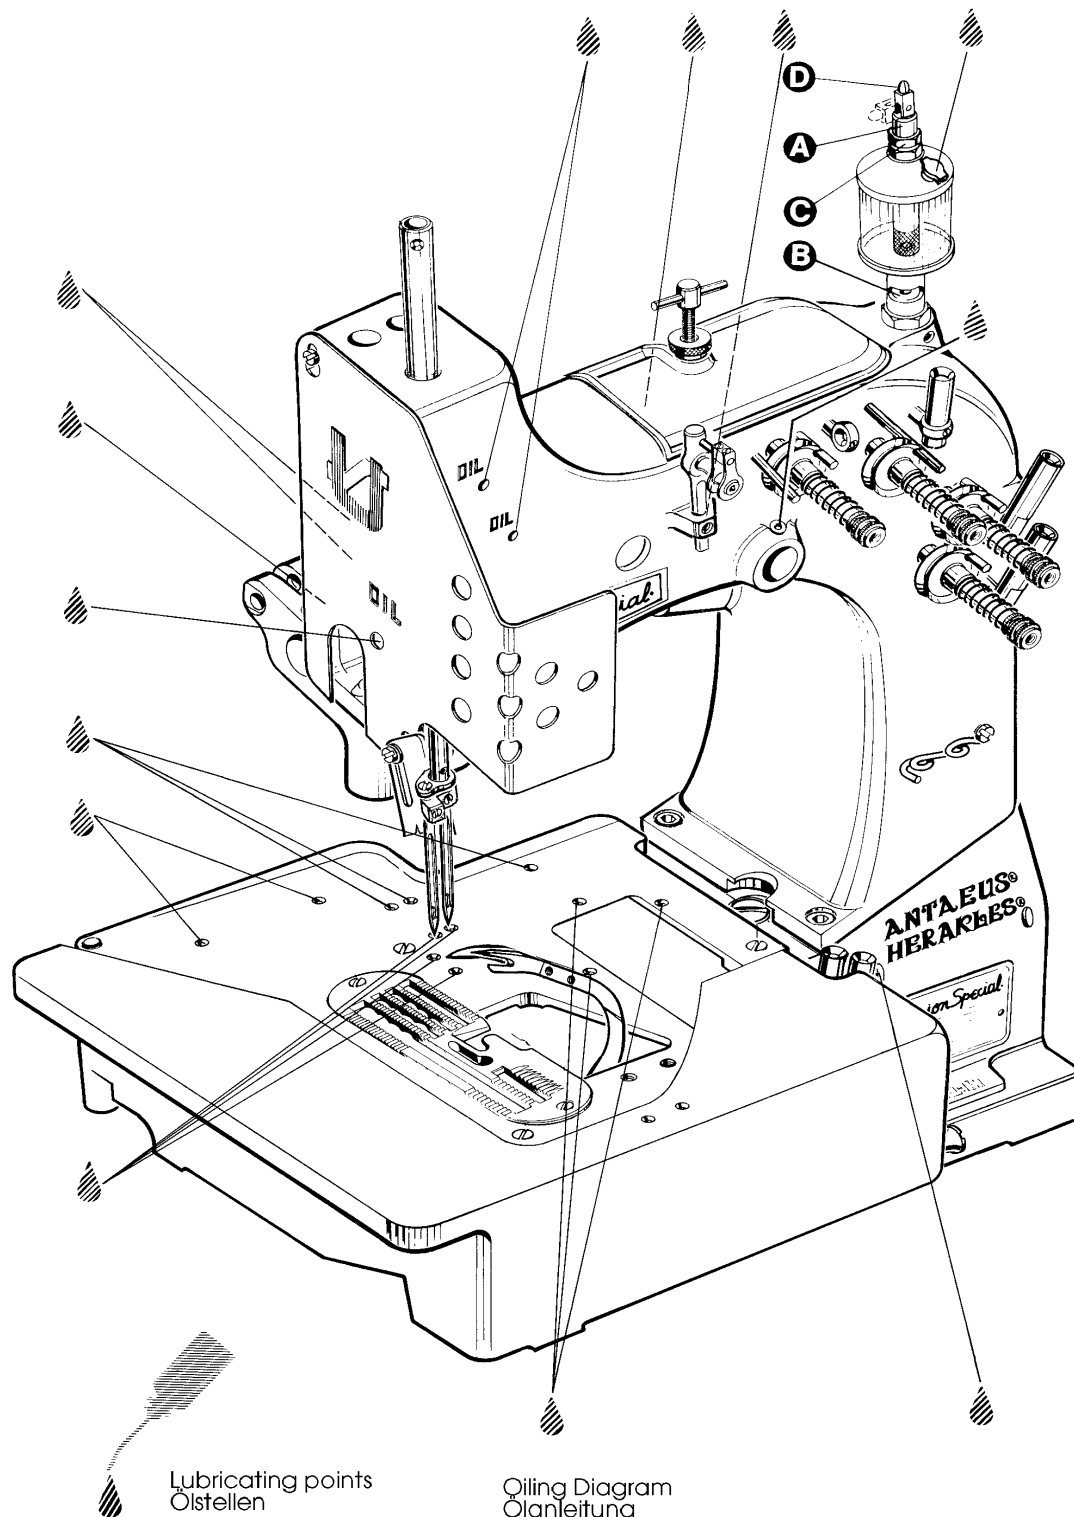
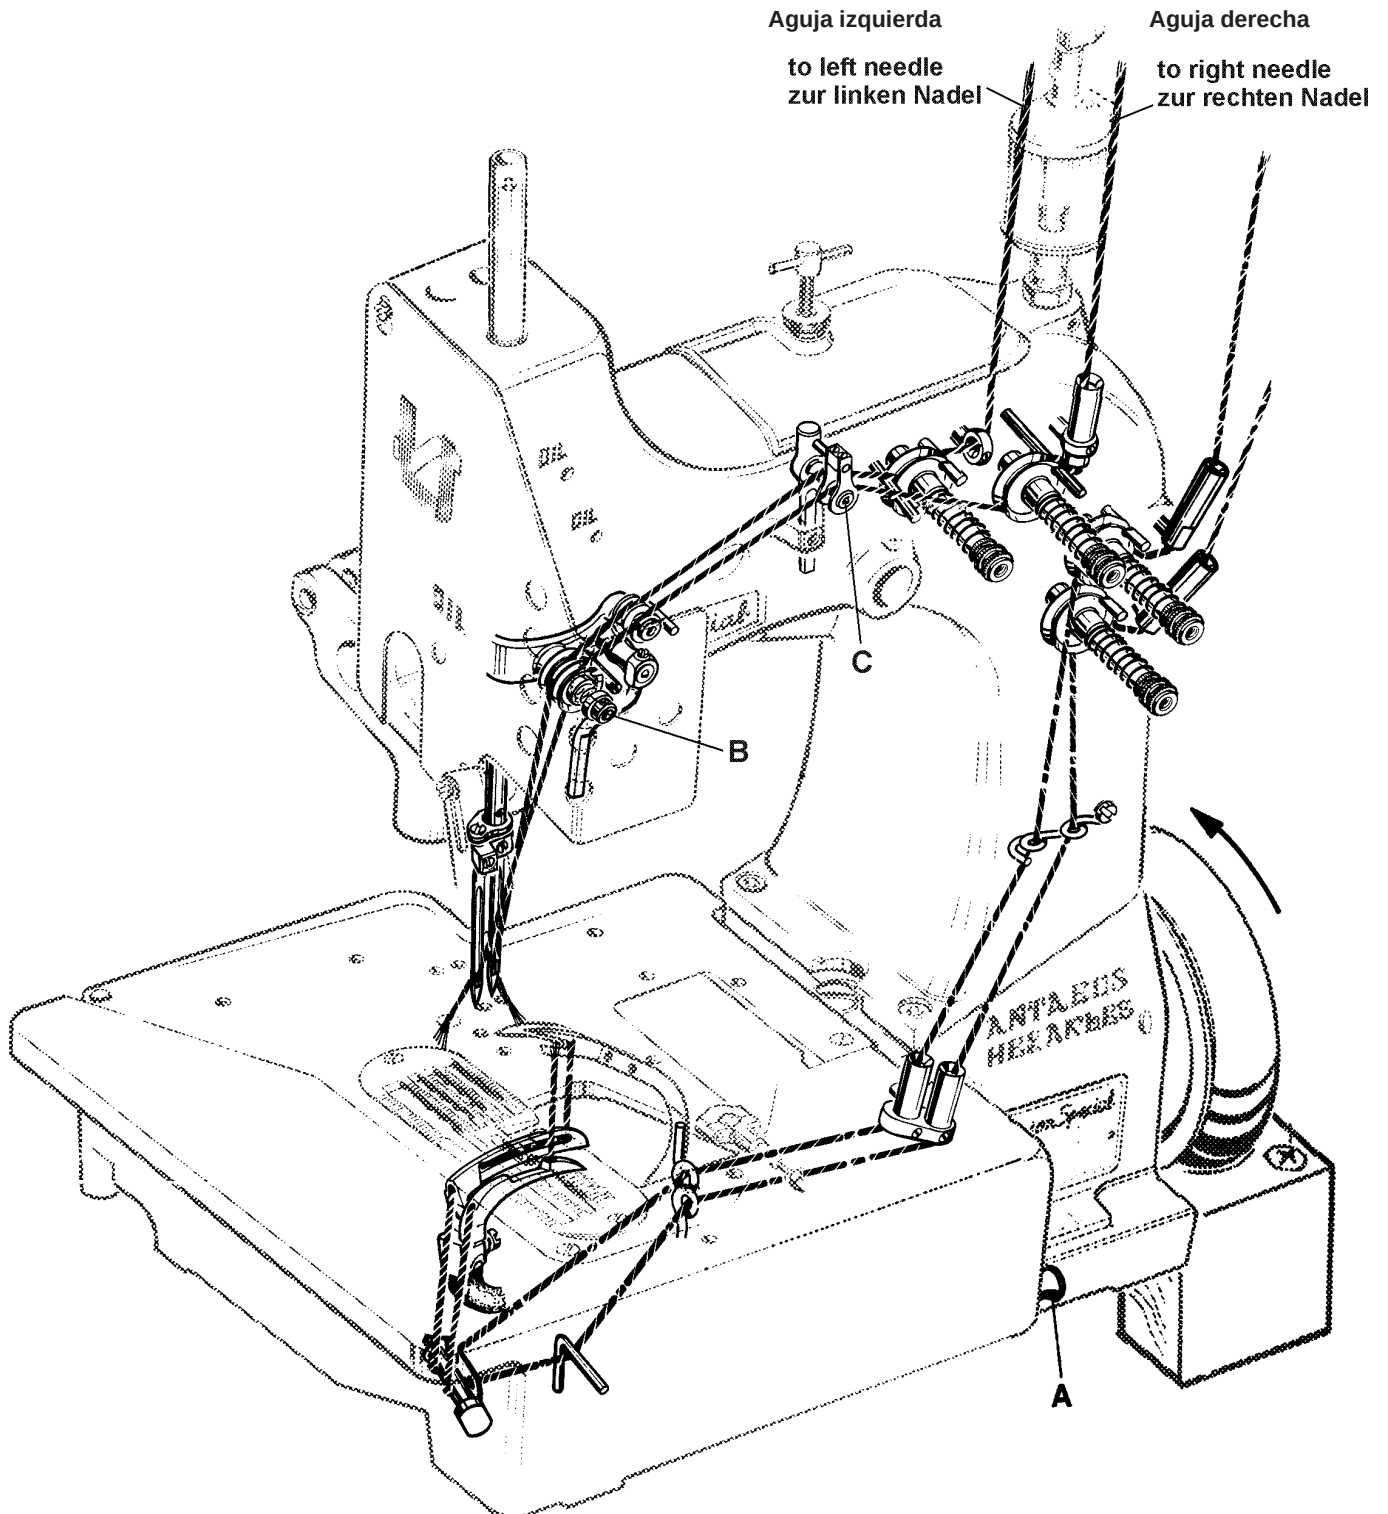

Fig. 1
Fig. 2
2. Monte la placa de base (A, Fig. 1) con los 4 tornillos, las tuercas y las arandelas (B) en los huecos ya listos en la tabla de la mesa.
3. Coloque la máquina sobre la base, de manera que el pasador de regulación (C) en la placa base, encaje en el hueco derecho trasero de la base de la máquina.
4. Asegure la máquina de coser con los 2 tornillos T (D) en la placa de base.
6. Monte el volante (E) con los 3 tornillos remache (F) a la máquina de coser. El pasador (G) debe encajar en el hueco de la parte central del volante (H).
7. Atornille el protector de la barra de aguja (J).
8. Apriete la aceitera (K).
9. Alinee el guarda correa del volante (L) con la perforación para la correa en la mesa (M) y con la rueda del volante y sujételo con los 2 tornillos para madera (N) a la mesa.
10. Desmonte el guarda correa del motor. Coloque la correa en V alrededor del volante y ajuste el motor para tensar la correa. La tensión del la correa en V será la correcta cuando ejerciendo presión moderada con el dedo ceda en aprox. 10mm (3/8 pulgada) en la mitad entre la rueda del volante en la máquina de coser y la rueda del motor (Ver Fig. 2). Coloque nuevamente el guarda correa del motor.
Before operating a new machine for the first time, the sight feed oiler has to be adjusted. All lubricating points, indicated on the oiling diagram (Fig. 1) have to be oiled. For adjusting fill the sight feed oiler halfway with oil and turn the metering pin (A, Fig. 1) a little bit out and then turn it in, until there will flow two to three drops of oil per minute. This can be checked on the sight glass (B). Secure the setting of the metering pin with lock nut (C). Fill the oiler.
Antes de poner en marcha una nueva máquina por la primera vez, hay que fijar y ajustar el engrasador cuentagotas. Lubrique todos los puntos indicados en el diagrama de lubricación (Fig. 1). Llene el engrasador cuentagotas hasta la mitad con aceite y ajuste girando el pasador de la regulación (A, Fig. 1) en tal manera que suministre aproximadamente dos gotas de aceite por minuto. Este ajuste se puede revisar a través del vidrio (B). Asegure la posición del pasador de la regulación con la contratuerca (C). Llene el engrasador cuentagotas con aceite.
81300 series are threaded as shown in Fig. 2.
For looper threading open the hinge plate by lifting locking bolt knob (A, Fig. 2).
The machines of class 81300 have to be cleaned and lubricated twice a day before the morning and afternoon start on the lubrication points indicated on the oiling diagram (Fig. 1, page 10). The sight feed oiler has to be kept filled and should be adjusted so, that it feeds two to three drops of oil per minute. The oiler has to be refilled latest, when 2/3 of the oil are used up (see also page 11).
Las máquinas de la serie 81300 se enhebran como se muestra en la Fig. 2.
Para enhebrar el looper, abra la tapa delantera levantando el tornillo de la manivela (A, Fig. 2).
Las máquinas de la serie 81300 hay que limpiar dos veces al día – preferiblemente en la mañana y en la tarde antes de empezar la operación - y lubricar con aceite en los puntos indicados en el diagrama de lubricación (Fig. 1, pág. 10). Llene el engrasador cuentagotas hasta la mitad con aceite y ajuste girando el pasador de la regulación en tal manera que suministre aproximadamente dos gotas de aceite por minuto. Hay que rellenar el engrasador cuentagotas con aceite cuando se hayan consumido 2/3 de su contenido. (Ver también pág. 11)